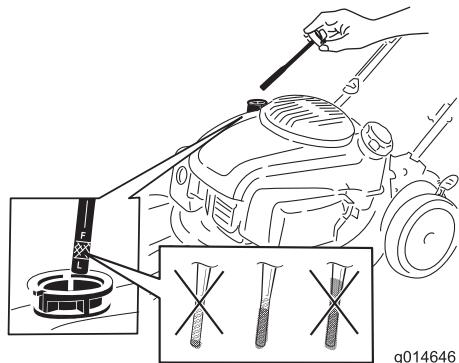

Figura 5
1. Retire la varilla (Figura 5).
2. Vierta aceite **lentamente** por el tubo de llenado hasta que el nivel de aceite llegue a la marca de Lleno de la varilla (Figura 5). **No llene demasiado.** (Capacidad máxima: 0,65 L (22 onzas), tipo: aceite detergente 10W-30 o SAE 30, con clasificación de servicio API SJ o superior.)
Nota: Cada vez que compruebe el nivel de aceite, retire la varilla y límpiela, introduzcala en el cuello de llenado de aceite (**sin enroscarla**), luego retírela de nuevo y compruebe el nivel (Figura 5).